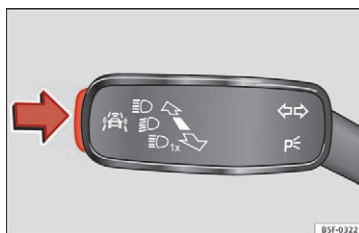

Fig. 44 På blink- og fjernlysarmen: knap til førerassistentsystemer
- Tryk et kort øjeblik på knappen » Fig. 44 i pilens retning for at kalde menuen **Assistenten (assistenter)** frem.